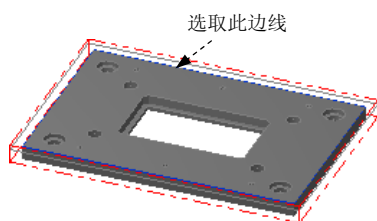
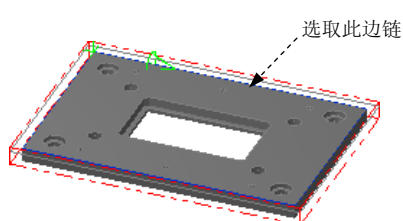

图 2.41 选取区域
图 2.42 定义区域
Step2. 设置加工区域。在图形区中选取图 2.41 所示的边线，系统自动选取图 2.42 所示的边链。单击按钮，完成加工区域的设置，同时系统弹出“2D 刀具路径 - 外形铣削”对话框。